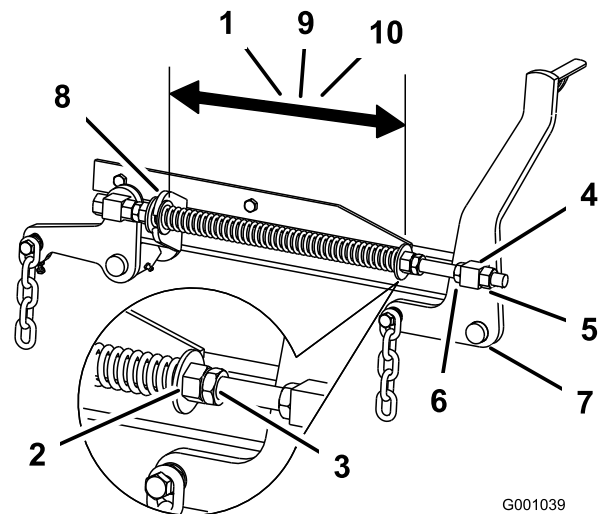

Figure 84
coupe de 60 pouces, ou de 29,2 cm (11,5") pour les tabliers de coupe de 72 pouces (Figure 84).
3. Réglez cette distance en desserrant l'écrou de blocage du ressort et en tournant l'écrou devant chaque ressort (Figure 84). Tournez l'écrou dans le sens horaire pour raccourcir le ressort, et dans le sens inverse pour l'allonger.
4. Bloquez l'écrou en position en serrant l'écrou de blocage du ressort (Figure 84).